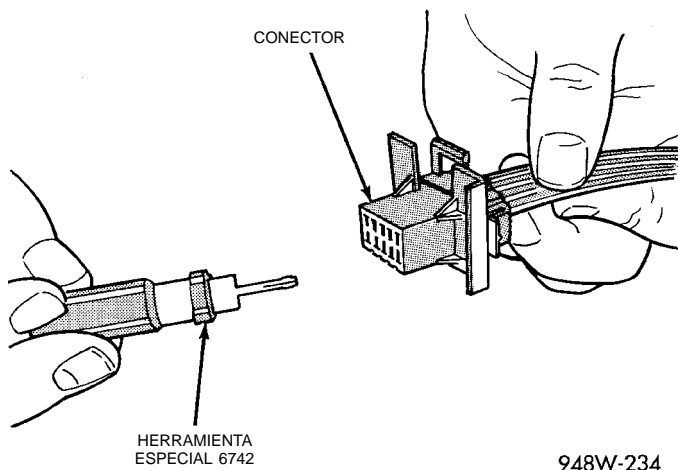

Fig. 12 Reparación de conector Molex
- (1) Desconecte la batería.
- (2) Desconecte el conector de su mitad/componente complementario.
- (3) Introduzca la herramienta especial 6742 de liberación de terminales dentro del extremo del terminal del conector (Fig. 12).